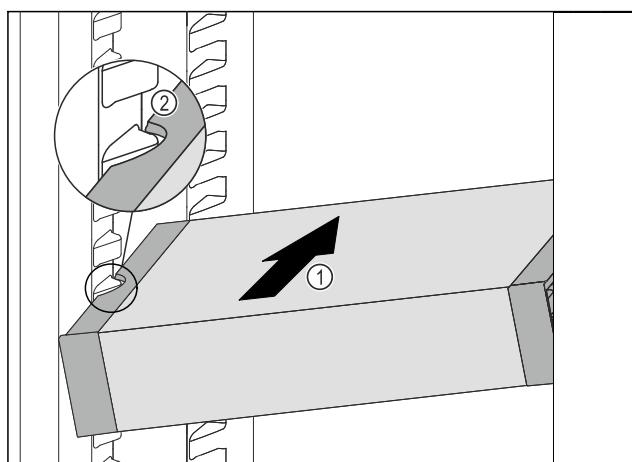

Fig. 63
- Вставити VarioSafe під кутом в охолоджувальне відділення Fig. 63 (1), доки бокові поглиблення Fig. 63 (2) VarioSafe не будуть на рівні ребра для резервуара в охолоджувальному відділенні.